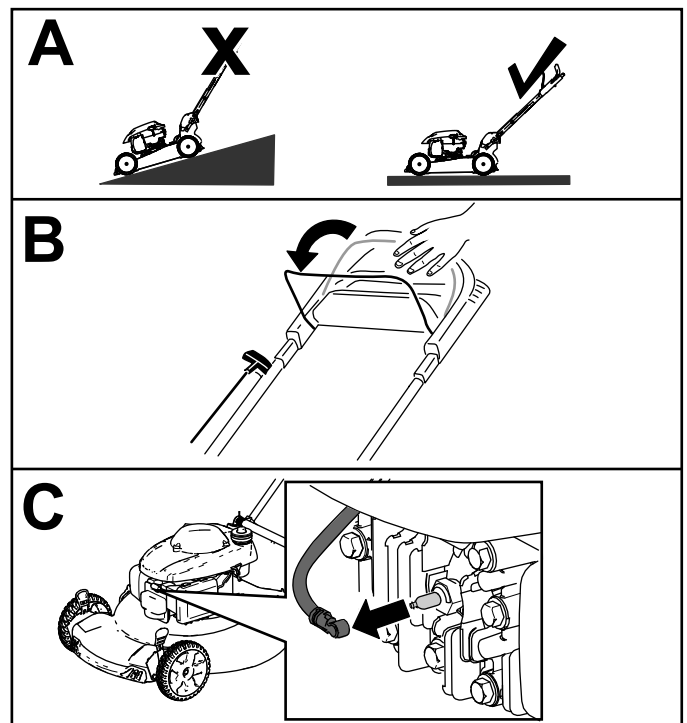

Figure 1
1. Amenez la machine sur un sol plat et horizontal (encadré A de la Figure 1).
2. Relâchez la barre de commande de la lame (encadré B de la Figure 1).
3. Débranchez le fil de la bougie (encadré C de la Figure 1).